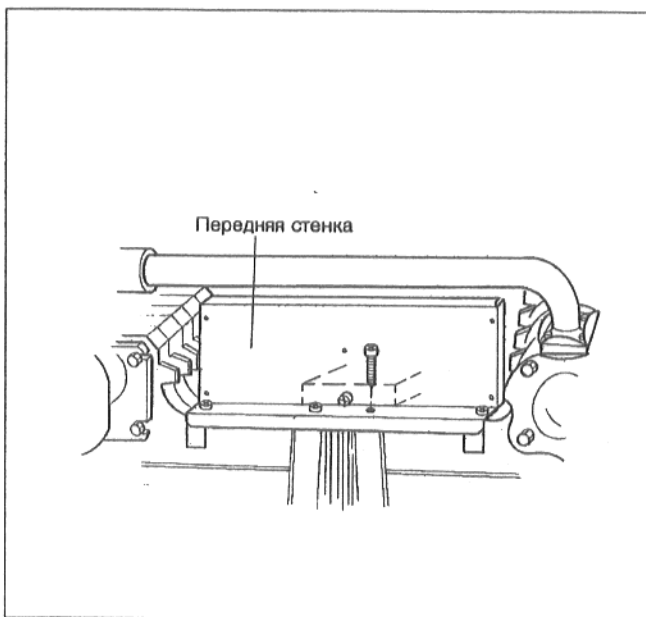

Рис. 16: Передняя сторона блока котла
- Надвинуть переднюю стенку на призматические гайки и закрепить, не затягивая, 4 (длинными) самонарезными винтами (рис.16).
- Привинтить спереди среднюю часть (рис.16).
- Установить разделительную перегородку и привинтить, не затягивая, к передней стенке и сзади к средней части (рис. 16а).
Рис. 16а